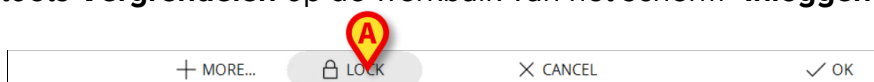

Fig 4
- Klik op de toets **Vergrendelen** op de werkbalk van het scherm "Inloggen" (Fig 4 A).